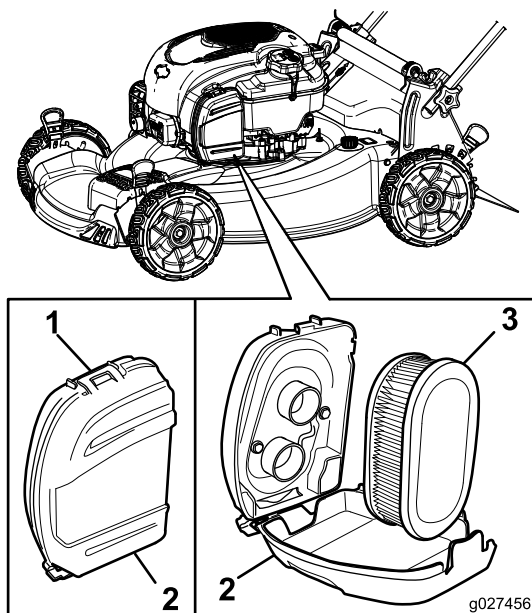

Figure 31
1. Déclipez le haut du couvercle du filtre à air (Figure 31).
2. Déposez le filtre à air (Figure 31).